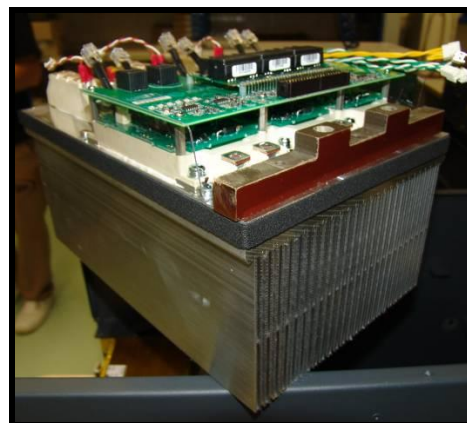

Figura 7.4.14. Retirar el IGBT.
- 3) Retiramos los tornillos (**M6x12** DIN-7895H), que fijan los condensadores y la pletina del bus al IGBT (ver figura 7.4.14 a).
Figura 7.4.14 a.
- 6) Encaramos el IGBT a los agujeros de fijación (ver figura 7.4.14).